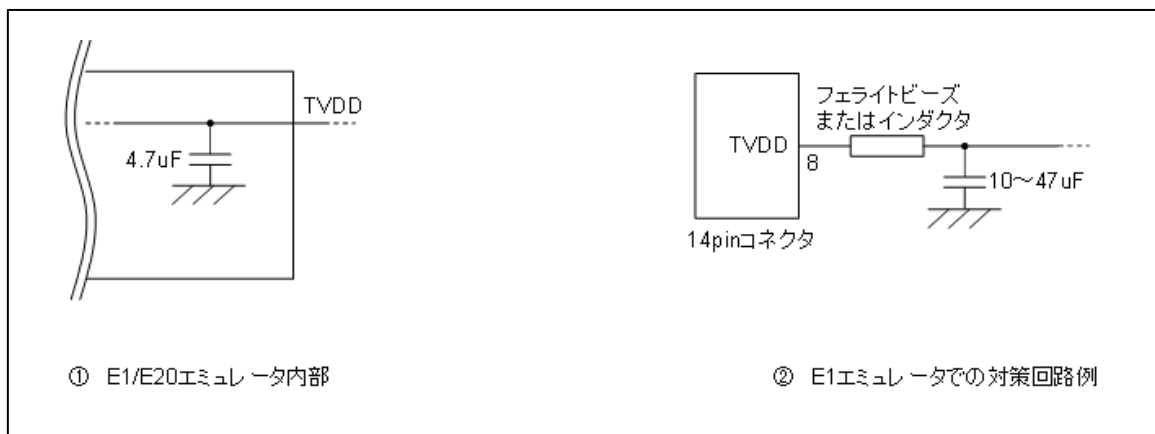

図 2-8 ホットプラグイン向け対策回路
図 2-8 ①のようにE1エミュレータの8番ピンには、エミュレータ内部で4.7 μ Fのコンデンサが付いているため、ホットプラグイン接続を行う場合はユーザシステム上の電源電圧が一瞬低下する場合があります。この電圧降下によりMCUリセットが発生する可能性があります。図 2-8 ②に示すように、エミュレータ接続コネクタのTVDDラインの直近にフェライトビーズ（またはインダクタ）と低ESRで大きめなコンデンサを付けることで症状を軽減することができますが、本対策は、電圧降下を完全に改善するものではありません。なお、ホットプラグイン接続はデバッグ時のみ有効な機能であり、本機能を使用する場合は、別売のホットプラグインアダプタが必要です。